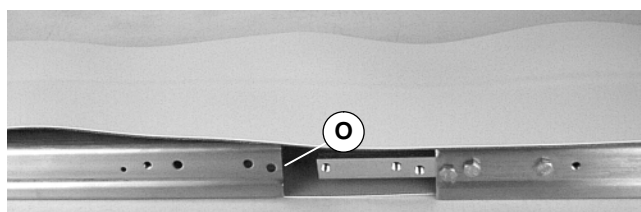

Abbildung 7
4. Den Förderbandrahmen (O Abbildung 7) in die Bandschleife plazieren.